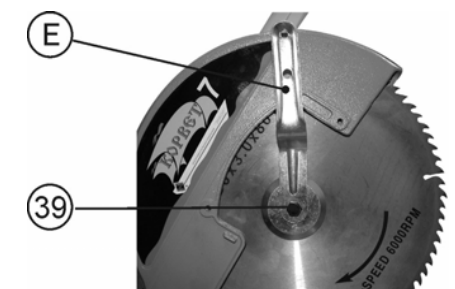

Рис. 12
14.1.3. Нажмите на кнопку фиксации пильного диска (34), Рис.8. Используя входящий в комплект к пиле ключ (E), Рис.1, отверните болт крепления пильного диска (39), Рис.12, поворачивая его по часовой стрелке (при этом, пильный диск не должен вращаться). Снимите внешний фланец и пильный диск, Рис.13.